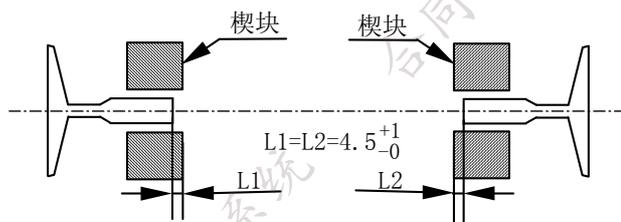

图 3.5-11
B)、在慢车运行后，再确认楔块凸出轨面的尺寸符合图 3.5-11 所示的尺寸要求。